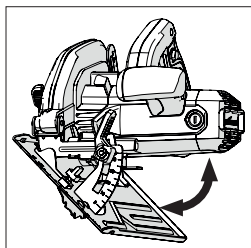

Fig. 14
- Inclinare la lama fino all'angolo desiderato così come indicato sulla scala goniometrica. **(Fig. 14)**
(14) INDICAZIONI D'UTILIZZO